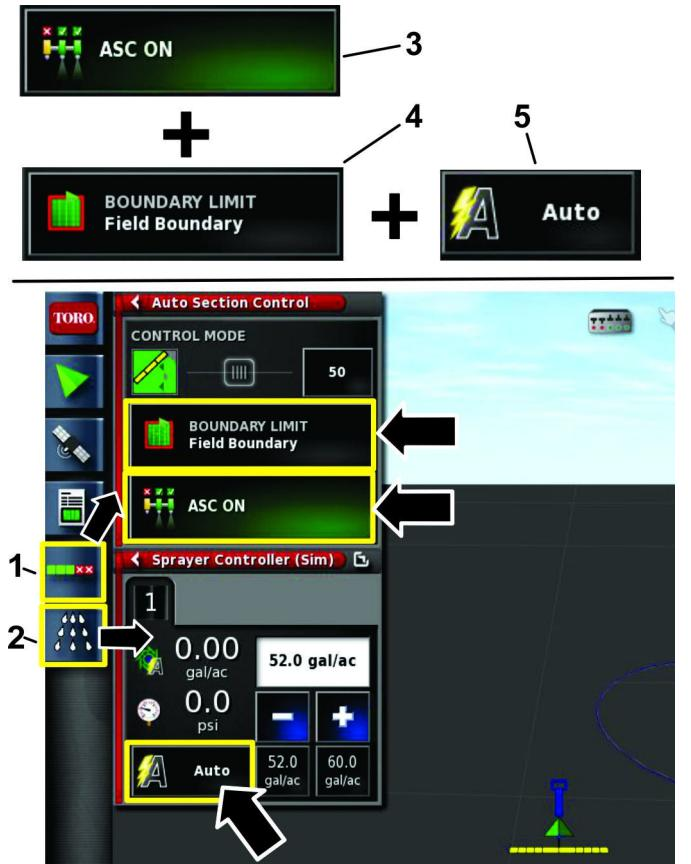

图 111
1. 按自动喷洒臂段控制配置图标ASC 图标和打药车控制器图标打开这些屏幕 图 111。
2. 按 ASC 图标的开启位置将边界限制设置到场地边界位置然后将喷洒率控制设置到自动位置 图 111。